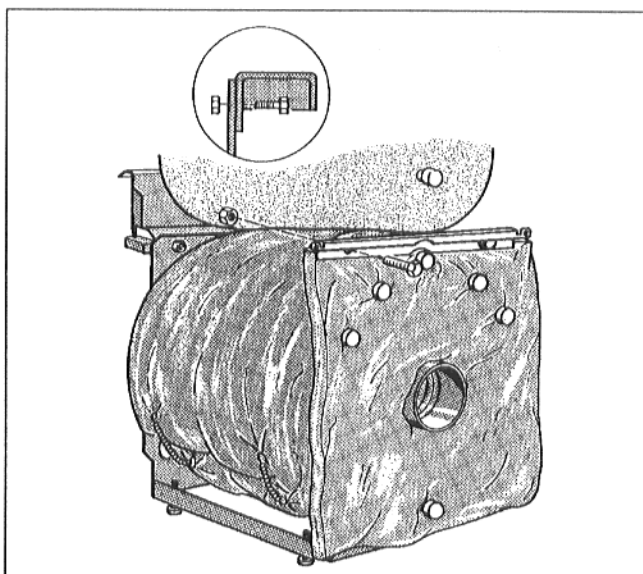

Fig. 6
- Posizionare l'isolamento termico della parete posteriore in modo tale che i collegamenti della caldaia e il tronchetto dei gas combusti rimangano liberi (Fig. 6).